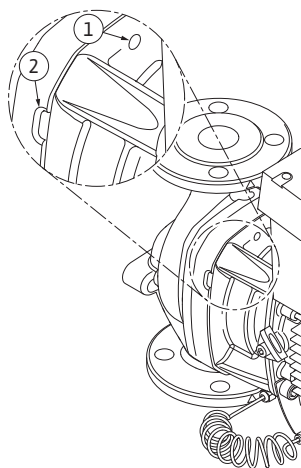

Fig. 53: Vītņu urbumi un atvērumi
13. Izspiest ievietojamo moduli (skatīt Fig. 13) no sūkņa korpusa. Lai to izdarītu, ieteicams izmantot divus vītņu urbumus (Fig. 53, 1. poz.), īpaši fiksējuma atbrīvošanai. Lai atspriegotu fiksējumu, vītņu urbumos ieskrūvēt piemērotas skrūves. Ja ievietojamais modulis padodas, izspiešanai papildus iespējams izmantot šķēlumus (Fig. 53, 2. poz.) starp sūkņa korpusu un starpkorpusu (lai to izdarītu, novietot, piem., divus skrūvgriežus un tos izmantot kā pacelšanas palīg līdzekļus). Pēc apm. 15 mm izspiešanas ceļa ievietojamais modulis vairs nebūs fiksēts sūkņa korpusā.